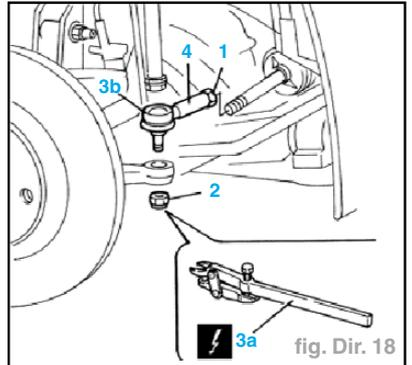

fig. Dir. 18
- Desserrer les écrous de fixation des barres de direction (1) (fig. Dir. 18).
- Dévisser les écrous de fixation de la tête articulée de barre de direction au montant (2).
- Dévisser et retirer les barres du boîtier de direction (4).
- Dévisser l'écrou de fixation des têtes articulées de barres de direction (1) (fig. Dir. 18).